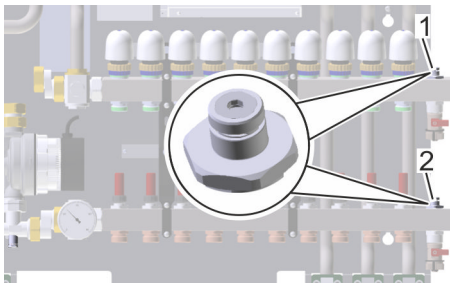

Abb. 91: Ventile aufdrehen
3. ➤ Während des Entleerens die 2 Ventile (Abb. 91/1–2) aufdrehen.